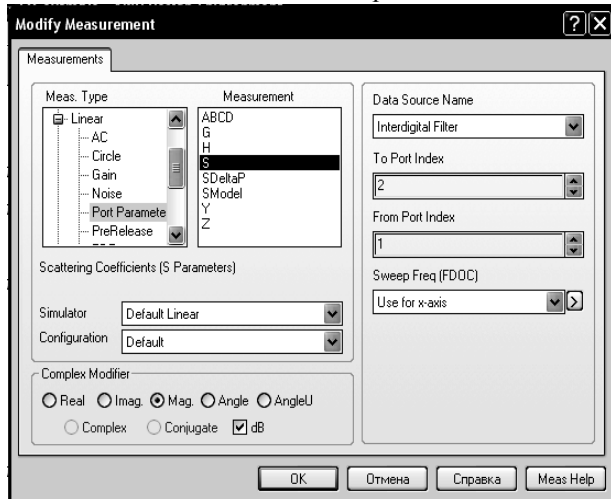
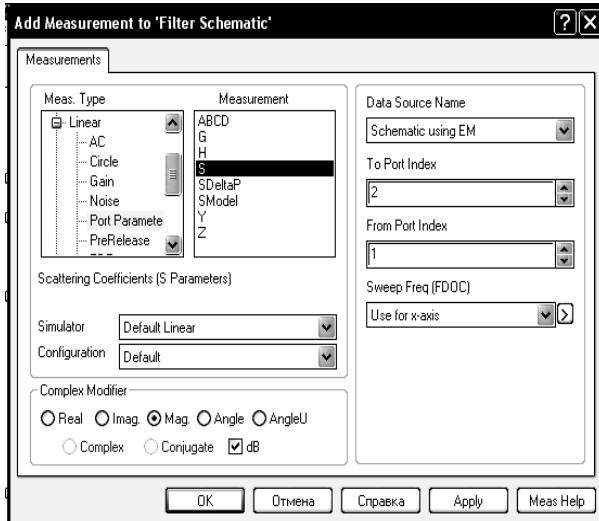

Рис. 5.36
Рис. 5.40
Measurement. Откроется диалоговое окно Add Measurement (рис. 5.36).
9. При активном окне вновь созданного графика щёлкните мышкой по значку **Add Measurement** на панели инструментов. В открывшемся окне введите такие же параметры, какие были введены при создании предыдущего графика рис. 5.36, только в поле **Data Source Name** введите **Schematic using EM** (рис. 5.40). Нажмите **Apply** и **OK**.